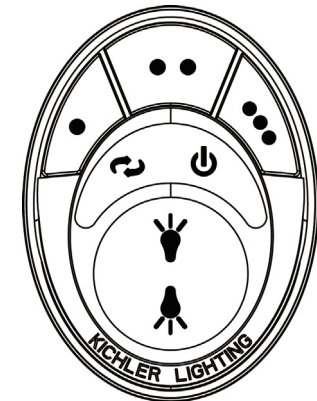

Figura 32
**Operación en clima frío:** Retroceso (en sentido de las agujas del reloj). Un flujo de aire ascendente remueve el aire caliente del techo (Figura 32). Esto le permite configurar su unidad de calefacción en una configuración más fría sin afectar su comodidad general.